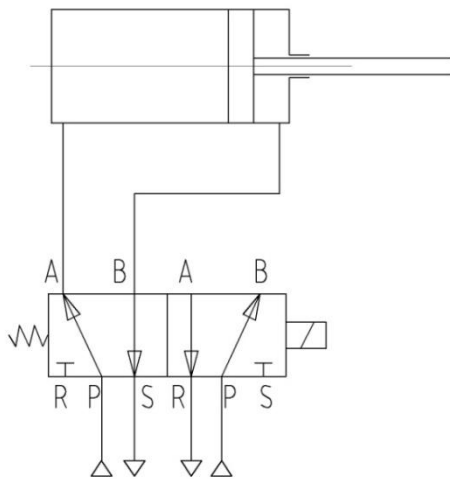

图17
- 初始状态：电磁阀失电状态，电磁阀P口与A口相通，气源通过A口进入双作用气动活塞驱动部左侧气室，活塞停在右侧，B口与S口相通，与B口相通的气动活塞驱动部的右侧气室为排气状态，见图17；
- 失电状态：电磁阀恢复初始状态，见图17。